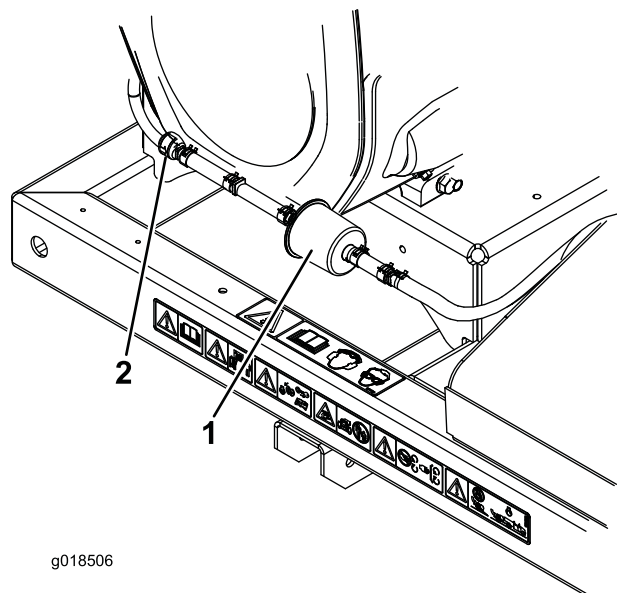

図 22
2. カーボンキャニスタ・パージラインフィルタの前後両側についているホースクランプをゆるめてフィルタから遠い位置に移す(図 22)。
3. カーボンフィルタを外して捨てる(図 22)。
4. 新しいフィルタをホースに取り付ける(フィルタについている矢印がチェックバルブの方を向くように取り付け、ホースクランプで元のように固定する(図 22))。